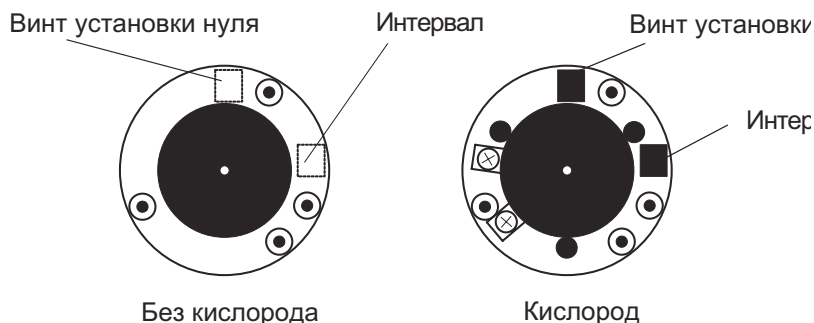

Рисунок 15. Датчик токсичных газов Sensepoint, потенциометр нуля и интервала измерений
17. Отрегулируйте потенциометр интервала измерений через отверстия колпака подвода газа (см. рис. 15), чтобы получить показания концентрации калибровочного газа.